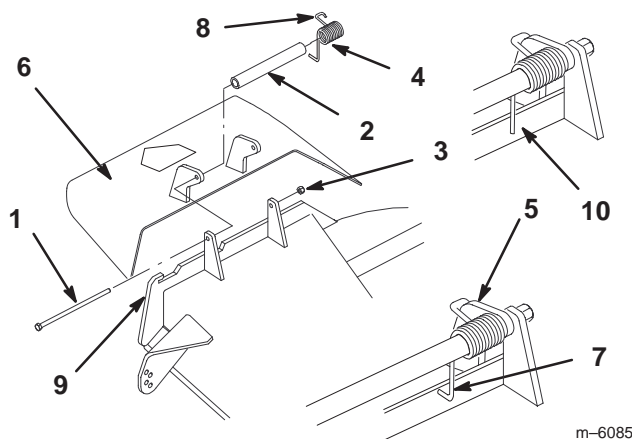

Figure 24
L'extrémité du ressort du déflecteur d'herbe est soit en **L** soit droite (Fig. 24).
**Remarque :** Prenez soin de placer l'extrémité en **L** ou droite du ressort derrière le bord du plateau avant de mettre le boulon en place, comme indiqué à la Figure 24.
2. Remettez le boulon et l'écrou. Accrochez l'extrémité crochue en **J** du ressort au déflecteur d'herbe (Fig. 24).